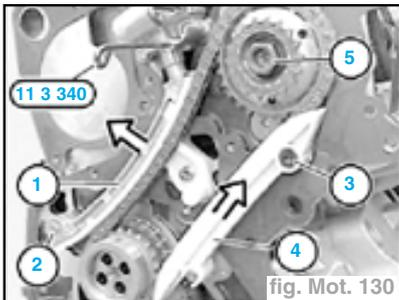
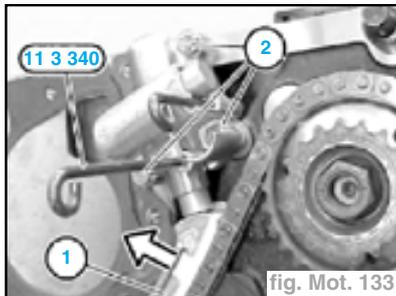

fig. Mot. 130
fig. Mot. 133
- Le tendeur (fig. Mot. 133).
- pousser le patin-tendeur (1) et le pincer (11 3 340),
- la vis (3),
- le patin de guidage (4),
- l'écrou (5) de la pompe à haute pression (fig. Mot. 130).